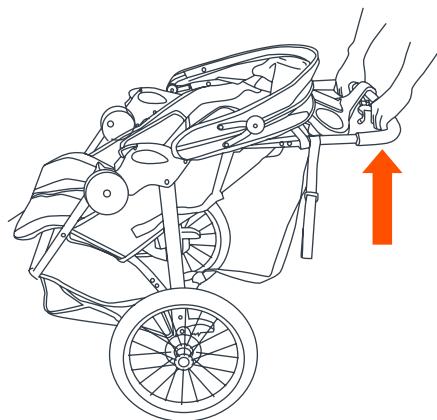

Fig. 19b
- Levante el manubrio del carrito con ambas manos hasta que el armazón del carrito esté erguido y trabado en la posición abierta (Fig. 19b). El carrito tiene pestillos accionados por resorte a ambos lados del armazón. Pruebe que ambos pestillos estén completamente sujetos antes de colocar a su hijo en el carrito.